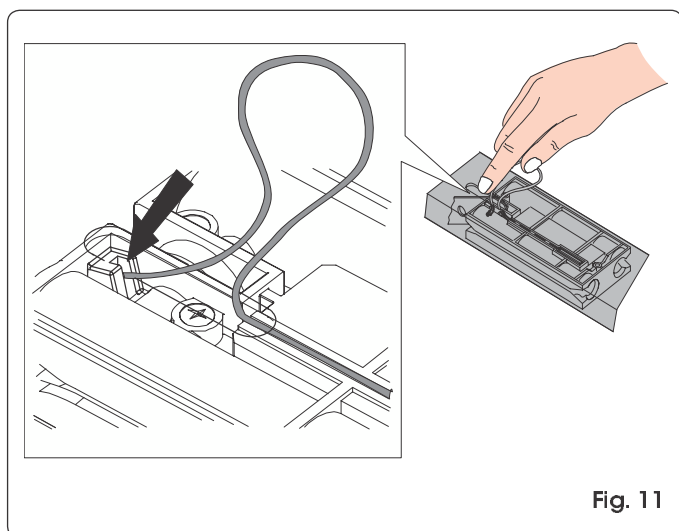

Fig. 11
- 3) Schuif de geleideslede achteruit richting de aandrijfkoppeling tot het gat in de geleideslede samenvalt met dit gat, en steek het kabeltje er, zonder isolatie, in (Fig. 11).